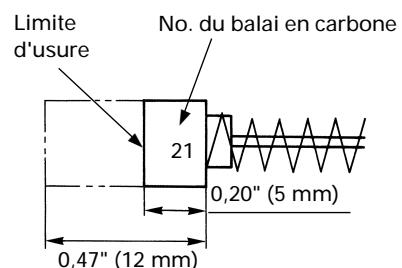

Fig. 7
## 4. Contrôle des balais en carbone (Fig. 7)
**REMARQUE:** Utiliser le balai en carbone HITACHI No. 21 indiqué sur la figure 7.